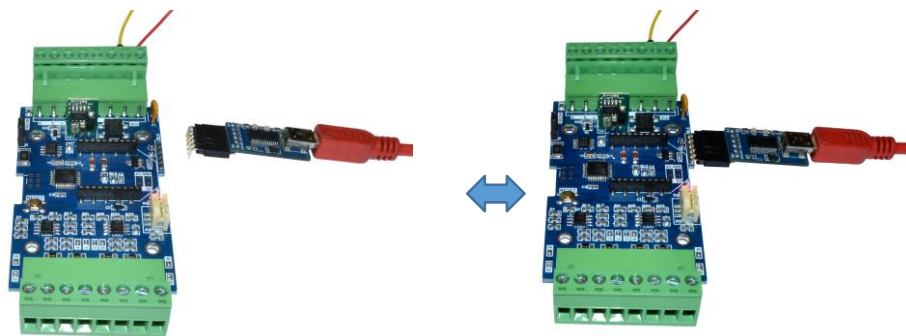

Figura 7. Conexión para cargar sketch.
4. Conectar el FTDI Basic a la tarjeta CaiCai usando pin header (ver figura 7).